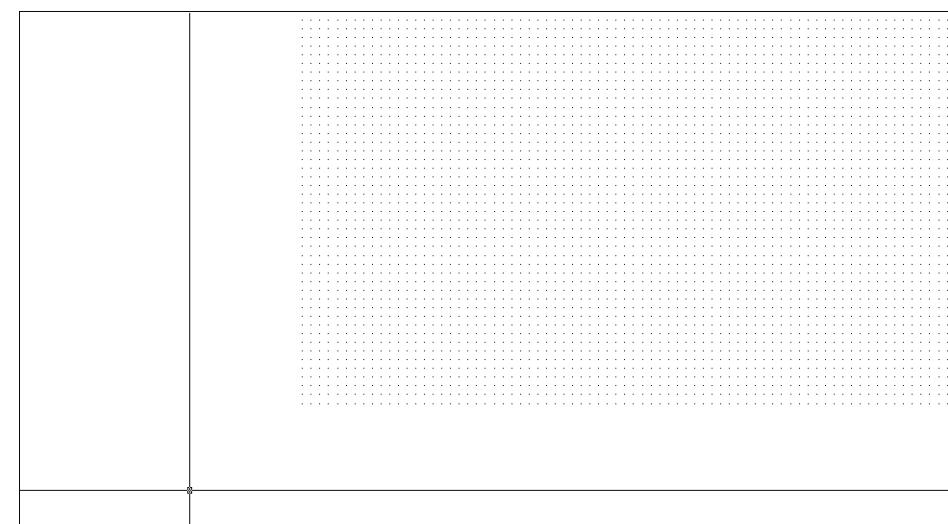

Рис. 3.6 ▼ Сетка после увеличения границ чертежа
4. Как только вы введете координаты правого верхнего угла, сетка существенно увеличится в размере, выйдя за пределы области черчения (рис. 3.6). Как вы уже знаете, для того, чтобы увидеть всю сетку, нужно увеличить масштаб изображения. Для этого можно воспользоваться инструментами **Уменьшить** (Zoom In) или **Зумировать в границах** (Zoom Extents), но мы в этот раз для применим инструмент **Зумировать все** (Zoom All).